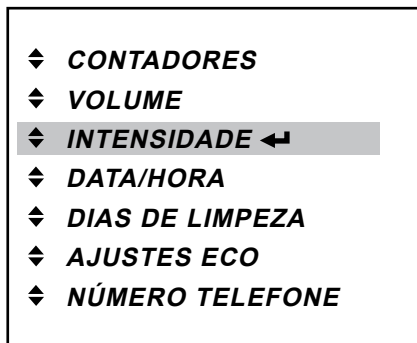

Fig. 40
1. Prima a tecla Enter **↵** para acessar o menu «INTENSIDADE». (Fig. 40)